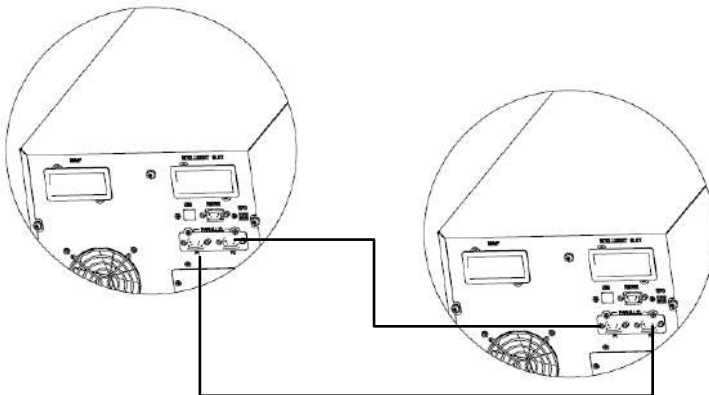

Fig.5 Connexion des câbles de communication
- 1) Les utilisateurs doivent utiliser les deux câbles de communication 15 broches standard dont la longueur est appropriée pour être inférieure à 3 m. comme représenté sur la figure 5: